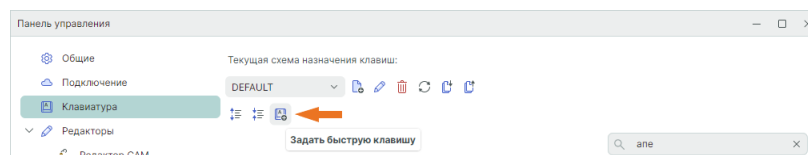

Рис. 57 Переход к назначению быстрой клавиши
2. Выберите действие, для которого необходимо назначить клавишу, и нажмите , см. Рис. 57.